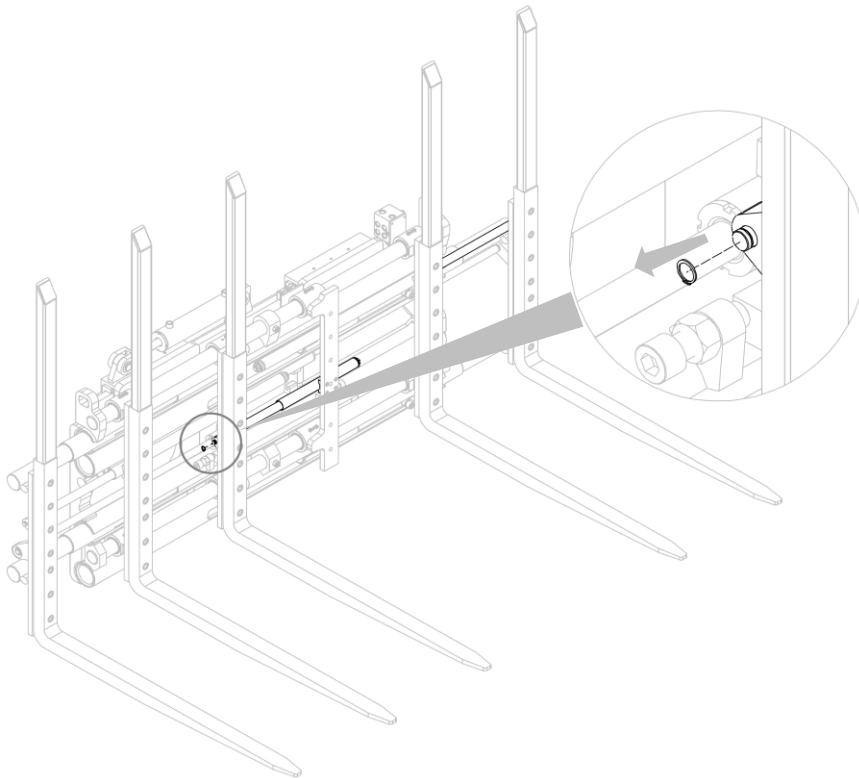

Abbildung 20
4. Ziehen Sie den Gummiring, der ein Ende der Feder feststellt, ab (siehe *Abbildung 20*).